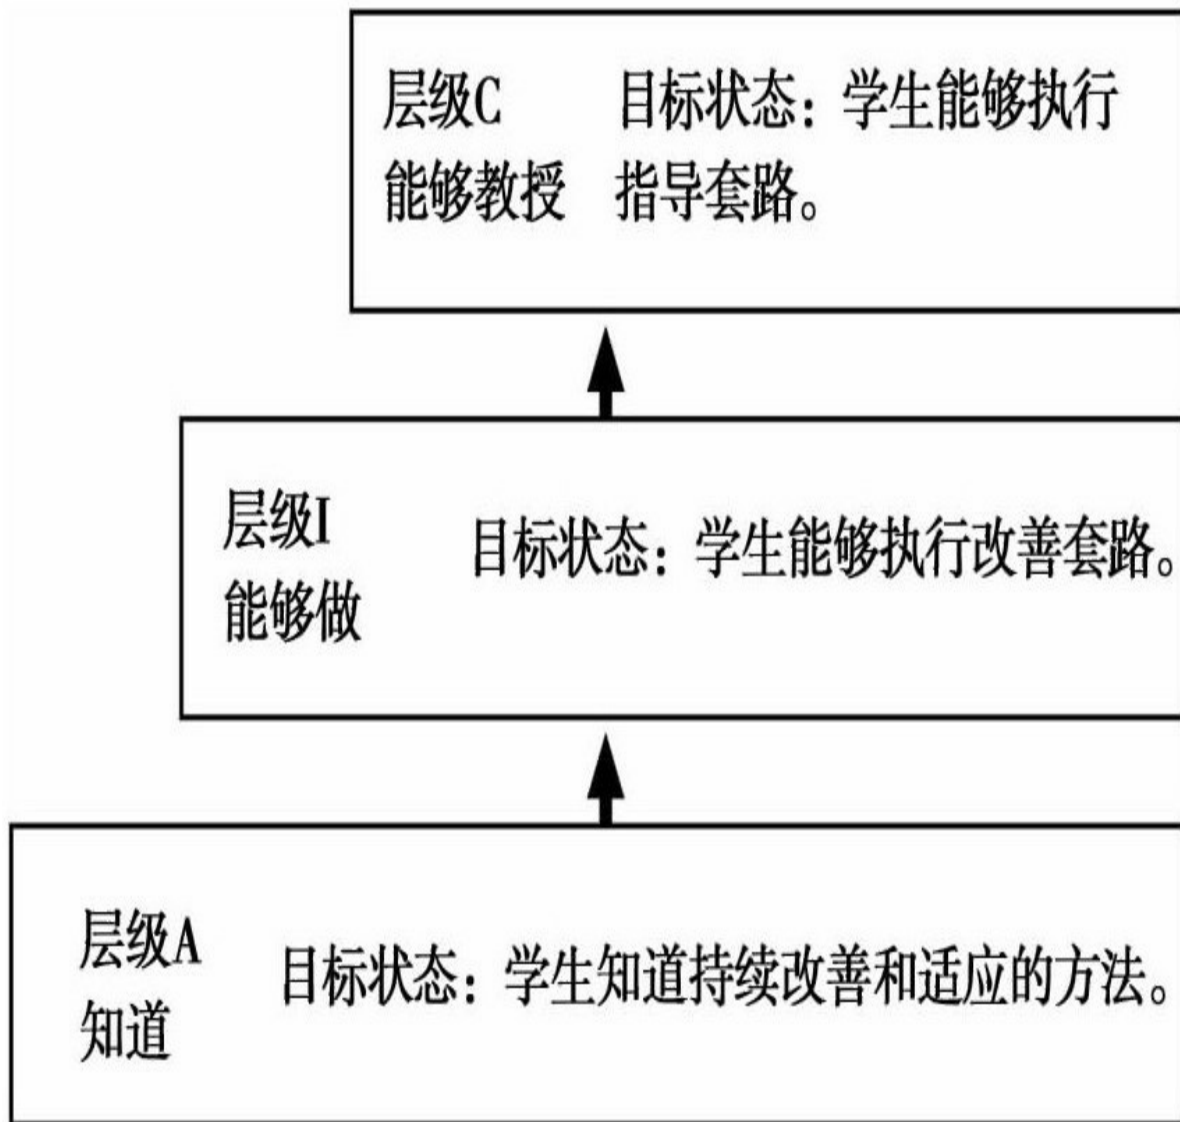

图 9-11 能力层级的例子
- 什么样的员工将拥有什么样的能力水平（见图9-11）
从图9-11的最下面开始，层级A（知道）意味着个人基本理解了改进的方法是什么，并知道如何操作。层级I（改善套路）意味着个人能够有效地实施改善套路。层级C（指导套路）意味着个人能够有效地执行改善套路和指导套路。
在计划如何从当前状态过渡到目标状态时，我们经常将图9-11中的三种能力和图9-12描述的培训活动联系起来。